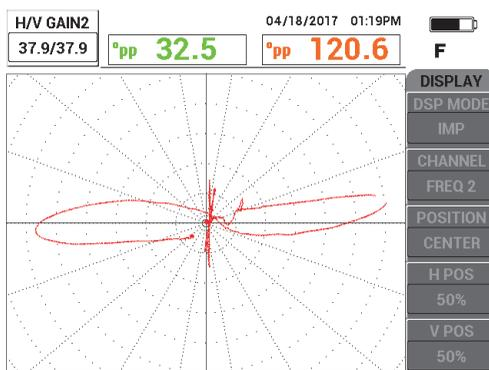

Рис. 5-201 Настройка УСИЛ в ЧАСТ 2
6. Настройте сигнал от опорного кольца, так чтобы он не был обрезан на экране (8–9 делений) [см. Рис. 5-201 на стр. 285].